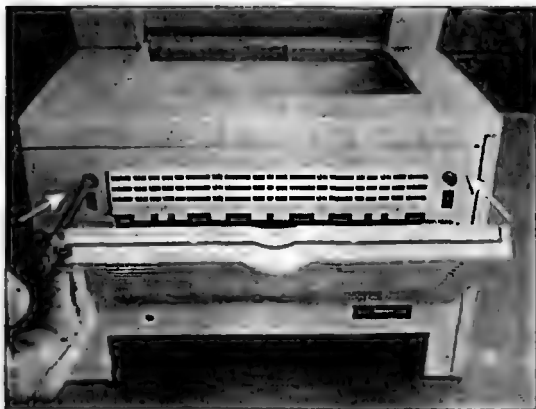

Рис. 8.6
- Откидывают заднюю крышку чуть вернув ее назад. Затем приподнимают направляющую вверх и опускают стенку вниз. Она опустится еще ниже, тем самым открыв доступ к двум винтам крепления к основанию (рис. 8.6). Откручивают их.